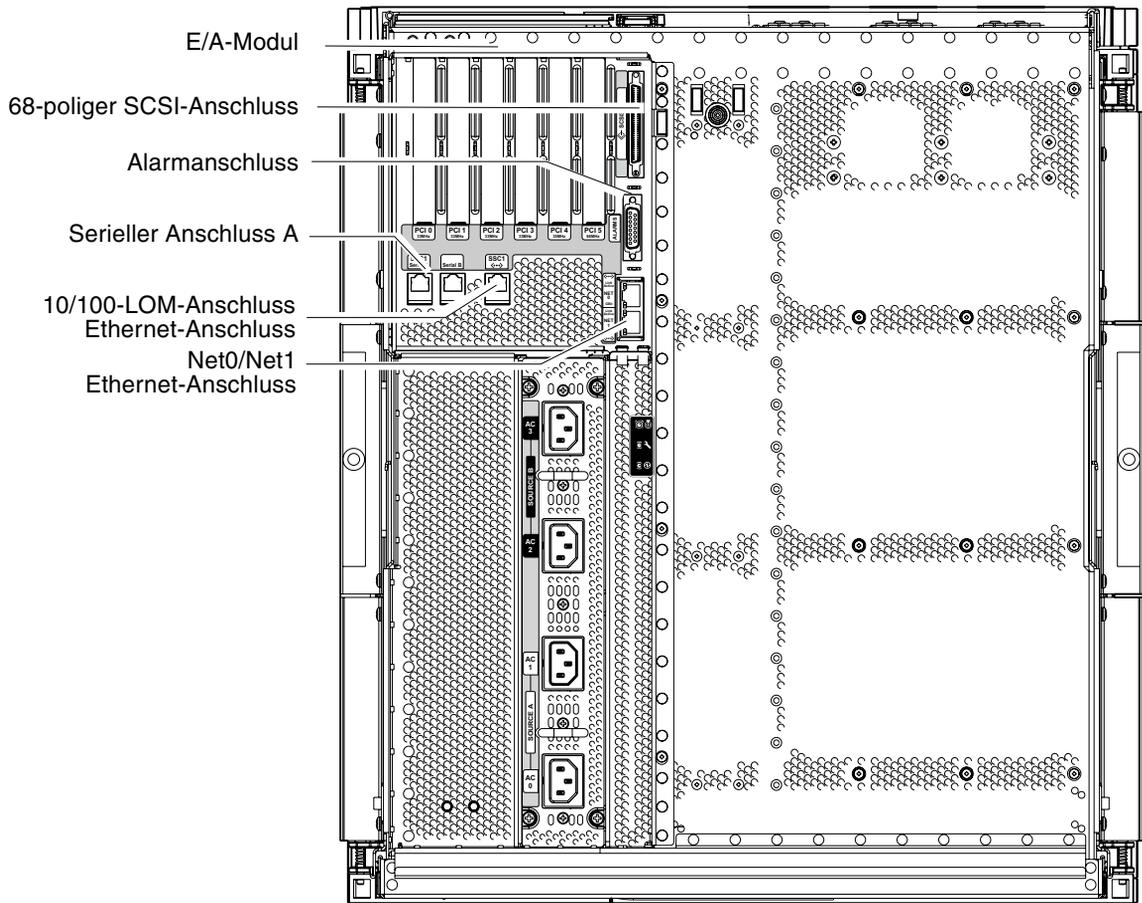

ABBILDUNG 1-24 Positionen des System Controllers und des E/A-Moduls
1. **Schließen Sie ein Ende des E/A-Ethernet-Kabels an den Net0/Net1-Ethernet-Anschluss an (ABBILDUNG 1-24).**